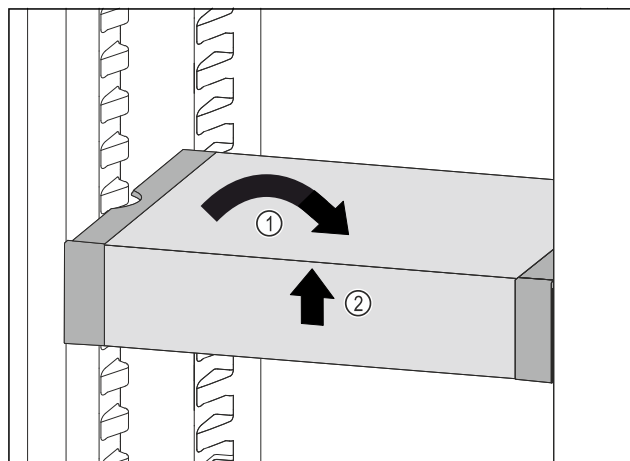

Fig. 105
- VarioSafe postavte rovně. Fig. 105 (1)
- VarioSafe vpředu zvedněte. Fig. 105 (2)